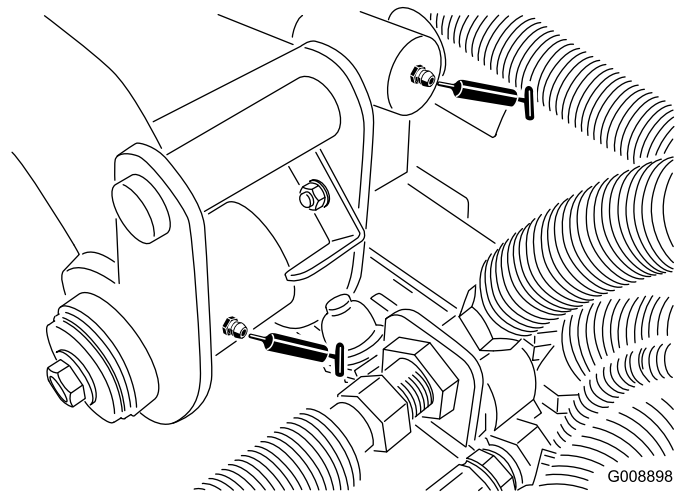

Figure 54
- Pivot de bras de levage arrière et vérin de levage (2) (Figure 54)